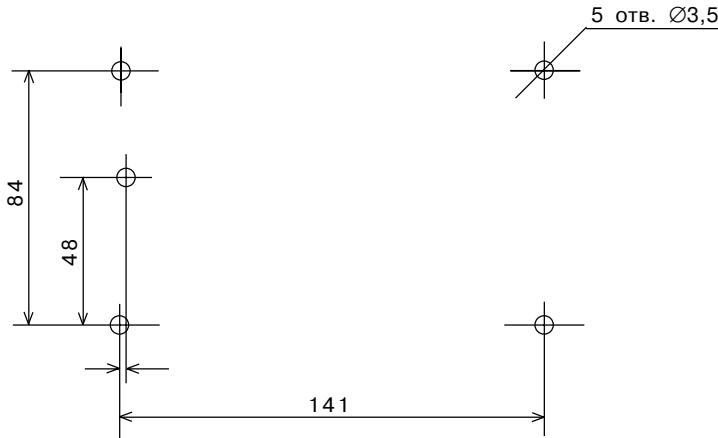

Рис. 10. Схема разметки для установки клавиатуры КВ-М-А
- произведите разметку согласно чертежу, приведенному на рис. 10;